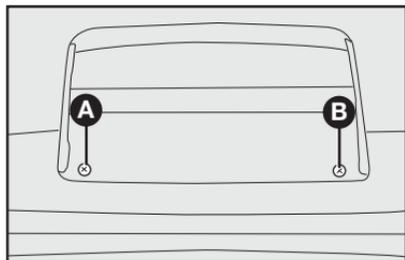

fig. 28
1) con la tapa de baúl abierta, retirar los tornillos **A-fig. 28** y desmontar el conjunto de la 3ª luz de freno;